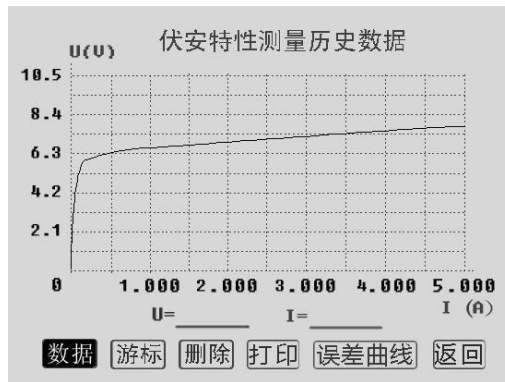

图 24 伏安特性测量历史数据
5) **查询**: 选定数据后, 通过旋转鼠标将光标移动至**查询**选项并按下, 将弹出伏安特性测量历史数据操作界面(如图 24)。在伏安特性测量历史数据操作界面下, **删除**选项可删除本组历史数据;**数据**、**打印**、**误差曲线**选项的意义和操作跟伏安特性试验结果操作界面里面的对应选项相同, 用户可参考 3.1.5 CT 伏安特性试验结果操作说明, **返回**可返回到伏安特性记录查询界面。